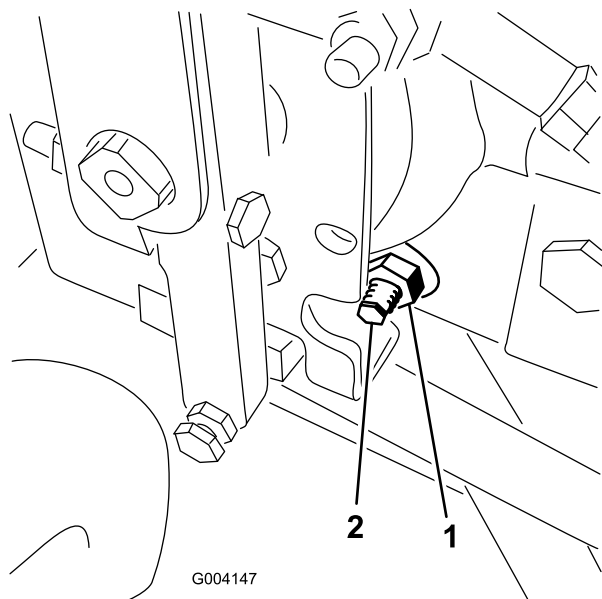

Figura 68
4. Dal lato destro dell'idrostat, allentate il dado di bloccaggio sulla camma di regolazione della trazione (Figura 68).